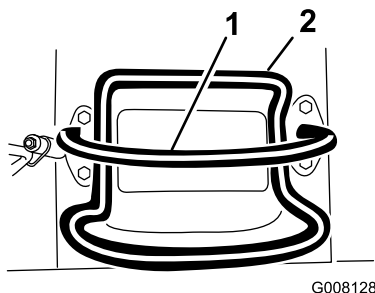
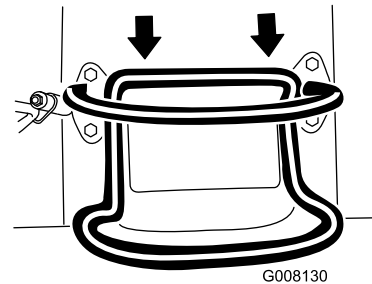

Figure 6
Figure 8
- Pour vous déplacer en marche arrière, tirez la commande de déplacement en arrière (Figure 8). **Regardez derrière vous lorsque vous faites marche arrière et gardez toujours les mains sur la barre de référence (Figure 6).**
- Pour arrêter la machine, relâchez la commande de déplacement (Figure 6).